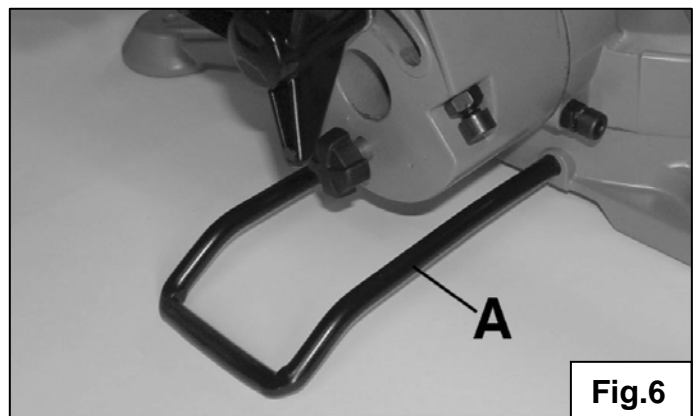

Fig.6
Questa troncatrice include un'estensione posteriore **(A) Fig. 6**, che aumenta la stabilità della troncatrice in caso di rilascio accidentale della testa, evitando che la troncatrice basculi all'indietro.